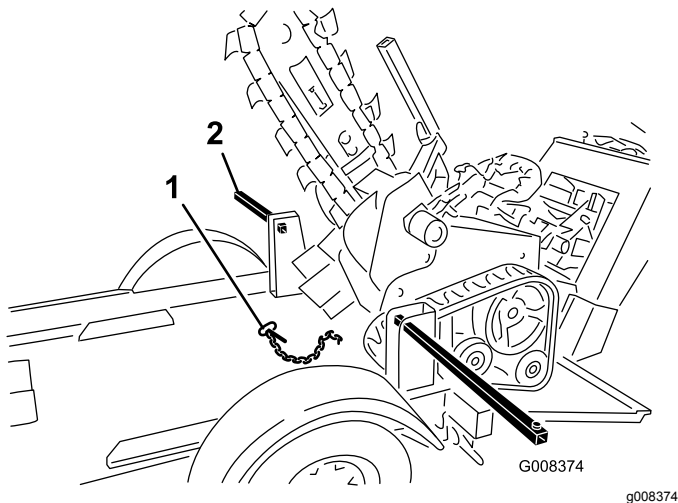

Figure 16
2. Retirez la goupille d'attache des barres de retenue et écarter les barres (Figure 16).